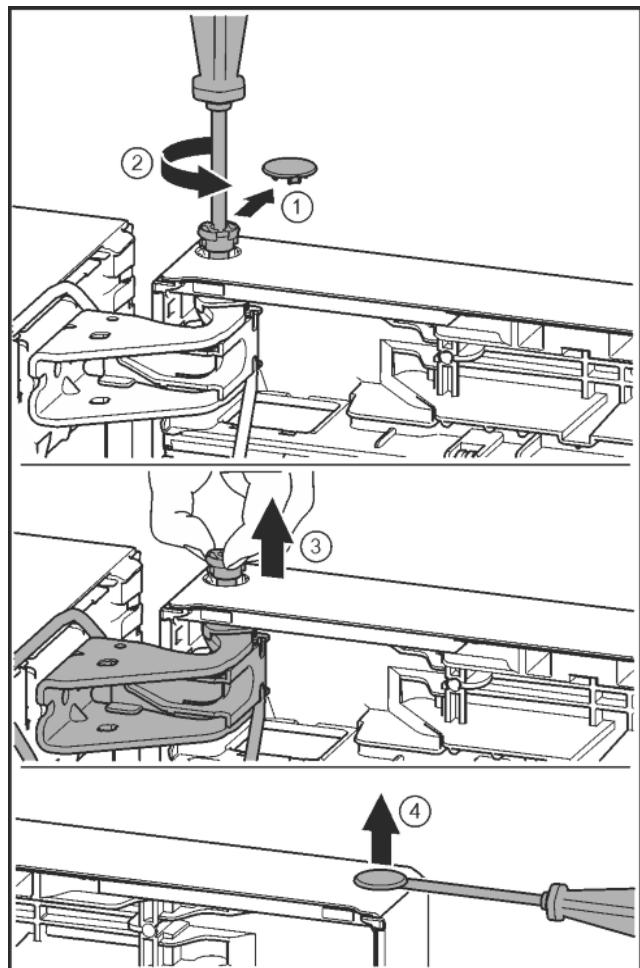

Fig. 26
- Обережно зніміть запобіжну кришку. Fig. 26 (1)
- Трохи викрутіть гвинт за допомогою викрутки T15. Fig. 26 (2)
- Притримуйте дверцята і витягніть палець руками. Fig. 26 (3)
- За допомогою шліцевової викрутки обережно підійміть пробку із опорного втулка дверцят та витягніть її. Fig. 26 (4)